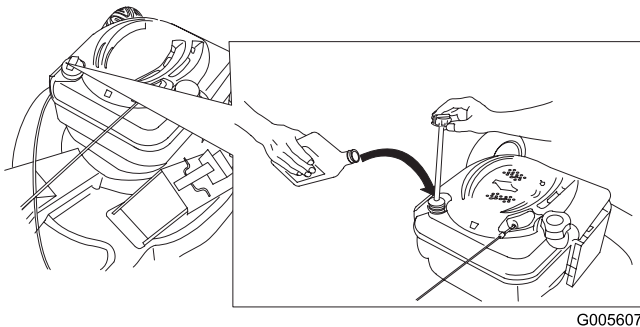

Bild 9
- Ziehen Sie den Peilstab heraus (Bild 9).